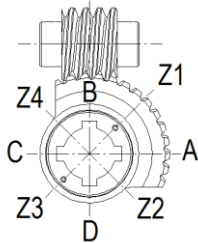
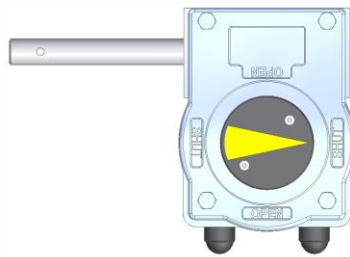
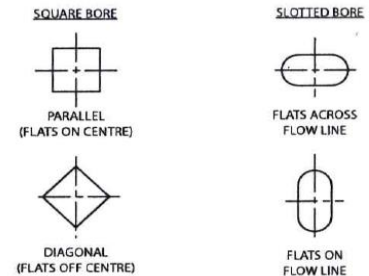

Abbildung 2: Passfeder in geschlossener Position Sicht von oben
Abbildung 3: linksseitiges AB-Getriebe Sicht von oben mit Stellschrauben unten
Abbildung 4: Antriebsstellungen
Abbildung 2 zeigt die verschiedenen Optionen der Passfedernutpositionen. Abbildung 3 zeigt die Ansicht von oben der standardmäßigen linksseitigen Getriebe in geschlossener Position. Abbildung 4 zeigt die verschiedenen Antriebsoptionen. Besondere Antriebsanforderungen sind auf Anfrage erhältlich.
7. Wenn das vollständige Öffnen (90°) der Armatur nicht möglich ist, lösen Sie die Stellschraube „Öffnen“ (siehe Abbildung 3), indem Sie diese gegen den Uhrzeigersinn drehen. Drehen Sie das Handrad weiter, bis die Armatur vollständig geöffnet ist.